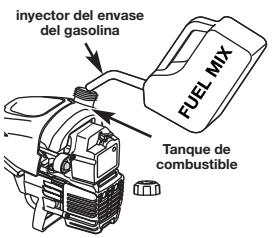

Fig. 16
- Saque la tapa de la gasolina (Fig. 16).